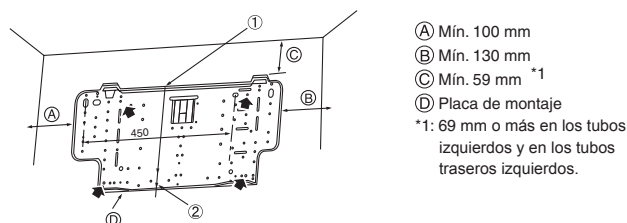

Fig. 3-3
- El soporte de montaje se fijará por ambos extremos y por el centro, si es posible. No lo fije nunca por un solo punto o de manera asimétrica. (Si es posible, sujete el soporte por todos los lados marcados con una flecha gruesa.) (Fig. 3-3)